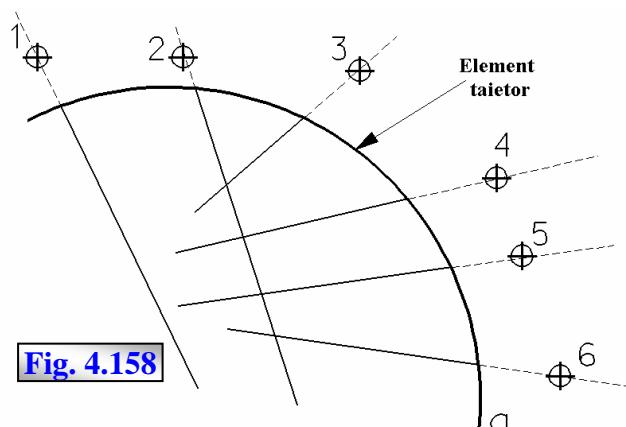

Fig. 4.158
b) un singur element tăietor (fig. 4.158) -